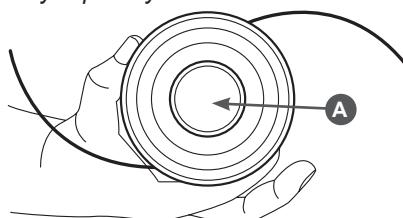
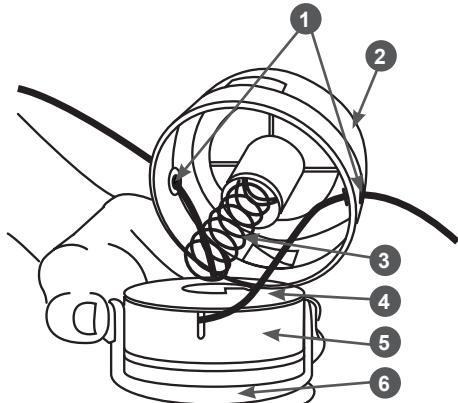

Рис. 8 Снятие крышки триммерной головки
Рис. 9 Снятие катушки
Для выпуска корда из триммерной головки, нажмите без усилия на кнопку А (Рис. 8) триммерной головки в процессе работы. Под действием центробежных сил корд удлинится, лишние части будут обрезаны ножом, расположенным на защитном кожухе. Удлинить корд можно также вручную, при выключенном устройстве, нажав на кнопку А (Рис. 8) триммерной головки большим пальцем правой или левой руки, а пальцами обе-
- Нажмите два фиксатора на крышке триммерной головки (Рис. 8) и снимите крышку 6 (Рис. 9).
- Выньте катушку 4 из корпуса 2, снимите с нее обойму 5 (Рис. 9), удалите остатки старого корда.
Не потеряйте пружину 3 (Рис. 9) при снятии катушки.
- Оденьте обойму 5 (Рис. 9) на катушку. Освободите концы корда из пазов на катушке и пропустите их через отверстия в обойме.
- Пропустите концы корда через отверстия 1 (Рис. 9) в корпусе триммерной головки.
- Поместите катушку 4 на пружину 3 и опустите катушку в корпус 2 триммерной головки (Рис. 9).
- Нажмите на кнопку корпуса триммерной головки А (Рис. 8), потяните за концы корда с небольшим усилием так, чтобы концы корда доставали защитный кожух.